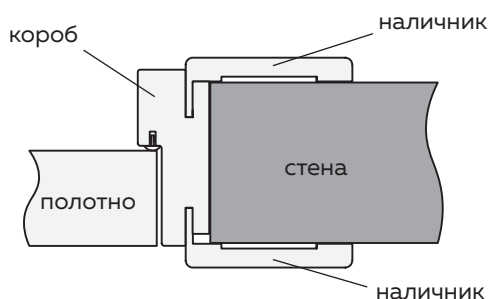

Рис. 4
5. УСТАНОВКА ДОБОРНОГО ЭЛЕМЕНТА (Рис. 4, 5)